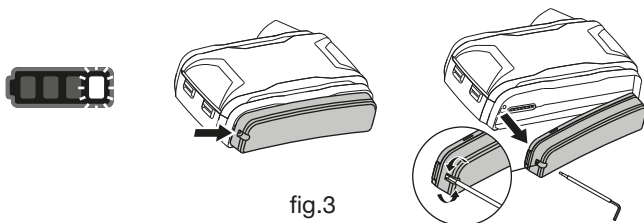

fig.3
- Lorsque la batterie est faible, l'indicateur de batterie clignote et une alarme sonore retentit. À ce stade, rendez-vous immédiatement dans un lieu de travail sûr. Utilisez l'intérieur spécial clé hexagonale fournie pour retirer la batterie du ventilateur (voir fig. 3).